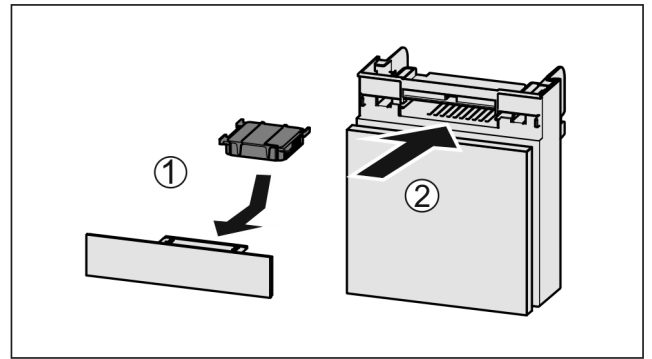

Fig. 74
- Insérer le filtre à charbon actif d'après le schéma Fig. 74 (1).
- Insérer le compartiment Fig. 74 (2).